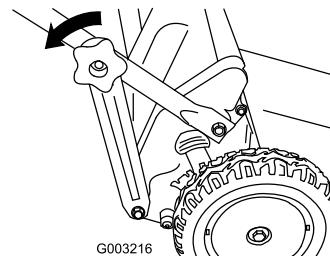

Figura 42
- Togliete le manopole della sezione inferiore della stegola e staccate le staffe della sezione inferiore della stegola dall'estremità inferiore di entrambi i lati della stegola (Figura 42).